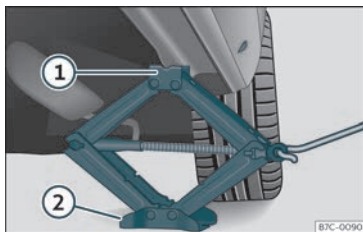

Fig. 34 Longarina: colocação do macaco do veículo.
- Rode a manivela do macaco*, colocado por baixo do ponto de apoio da longarina, para levantá-lo até que o ressalto ① >>> Fig. 34 se encontre por baixo da zona que lhe corresponde.
- Alinhe o macaco* de forma que o ressalto ① «fique encaixado» na zona da longarina que lhe corresponde e que a placa base móvel ② fique apoiada no chão. A placa base ② deve ficar colocada na vertical, relativamente ao ponto de apoio ①.